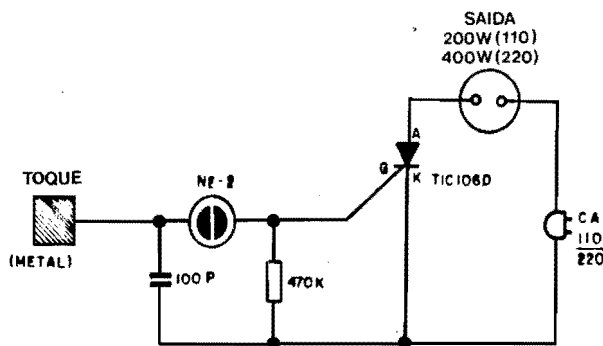

Fig. 1
- **PROBLEMA 1** - São cinco capacitores, todos eles de $10n$, interligados da maneira mostrada na fig. 1. O Leitor deverá achar o valor capacitivo total existente entre os pontos A e B, fornecer a resposta e as explicações de
- FIG. 1 - "Esquema" da MINI-MONTAGEM. Um tiristor comum (TIC106D) comanda diretamente a carga, intercalado entre esta e a C.A.. O controle do SCR é feito através de uma pequena lâmpada neon (NE-2) cujas características de disparo se